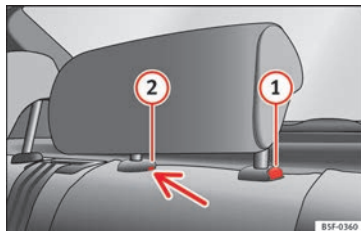

Abb. 146 Hintere Kopfstütze in der Mitte: Entriegelungsstelle.
- Zum Einstellen der Kopfstütze auf eine niedrigere Höhe die Taste  **1** »» » **Abb. 146** und diese nach unten schieben.
- Drücken Sie die Taste  **1** »» » **Abb. 146**, und gleichzeitig mit einem Schlitzschraubendreher (Breite max. 5 mm) in die Öffnung der Verriegelung  **2** »» » **Abb. 146** und ziehen Sie die Kopfstütze heraus.